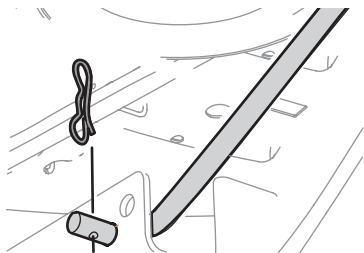

Fig. 46
- Retirez la goupille fendue qui fixe la tige de relevage avant au plateau (Fig. 46). Faites sortir la tige de relevage du support avant.